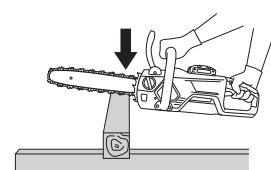

图 21
(1) 开启电源, 同时使电锯稍微远离待锯割的木材。仅在本机到达全速后开始锯割。
(2) 在锯割细长的木材时, 将导杆的基底部分压在木材上, 然后如图 21 所示往下锯割。